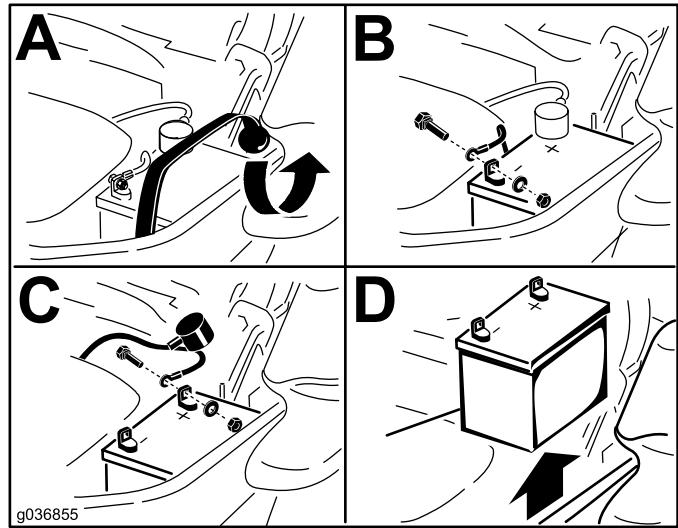

Figura 54
3. Rimuovete la batteria come illustrato nella Figura 54.
4. Fissate i cavi con 2 bulloni, 2 rondelle e 2 dadi di bloccaggio (Figura 54).
6. Fissate la batteria con la fascetta in gomma (Figura 54).
1. Posizionate la batteria nel vassoio, con i poli in posizione opposta al serbatoio idraulico (Figura 54).